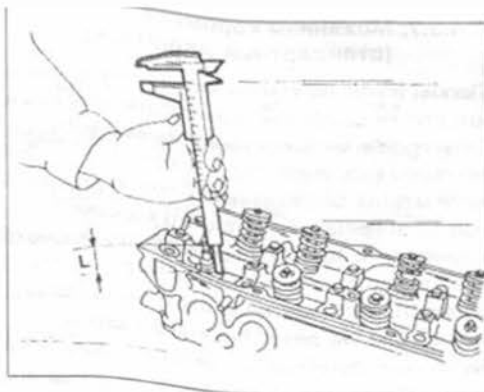

Рис. 55.
- Для замера высоты кулачков нужно поступать так, как показано на рис. 55. Высота кулачков различна у разных двигателей и определяется по таблицам параметров и габаритных размеров. Несомненно, нужно смотреть данные соответствующего двигателя. Существует также разница для дви-